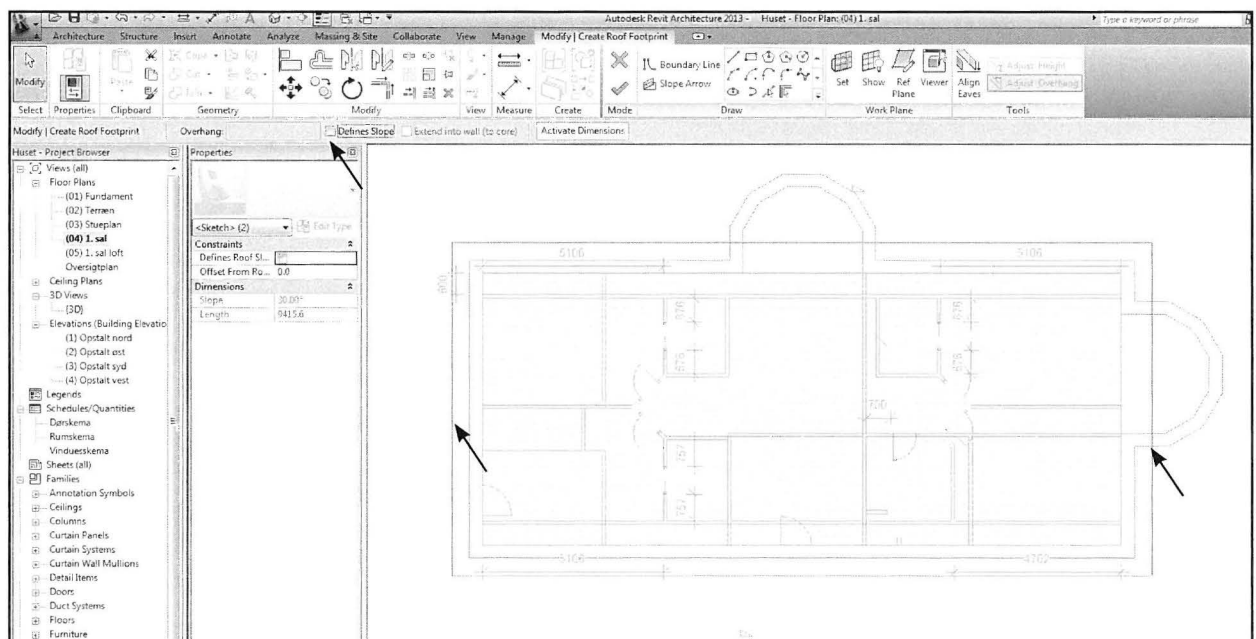

Fig. 09.13. Fjern hældningen fra de to gavlinier.
- Marker de to gavlinier (Fig. 09.13), enten enkeltvis eller begge på samme tid, ved at hold Ctrl nede, imens der klikkes på begge linier.
- Fjern fluebenet i *Defines Slope*, så trekanten forsvinder på linierne (Fig. 09.13).